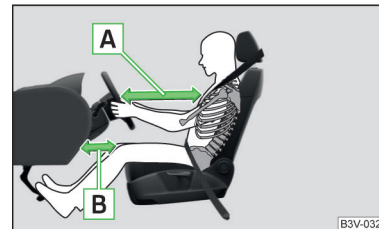

Abb. 9
- Für den Fahrer und Beifahrer ist es wichtig, einen Abstand von mindestens 25 cm zum Lenkrad bzw. zur Schalttafel einzuhalten » Abb. 9 - A. Wenn Sie diesen Abstand nicht einhalten, kann Sie das Airbag-System nicht schützen - Lebensgefahr! Außerdem müssen die Vordersitze und die Kopfstützen immer der Körpergröße entsprechend richtig eingestellt sein.
- Den Fahrersitz in Längsrichtung so einstellen, dass der Abstand der Beine zur Schalttafel im Bereich des Knieairbags mindestens 10 cm beträgt » Abb. 9 - B. Falls es aus Gründen der Körpergröße nicht möglich sein sollte, diese Bedingung zu erfüllen, dann ist ein Fachbetrieb aufzusuchen.